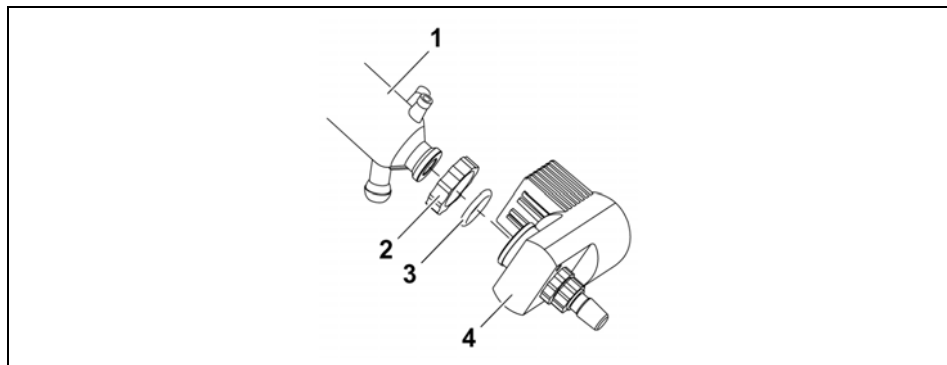

Figure 4-8 : Montage d'un jeu de verres (ici, le jeu de verres G1)
- Pousser le raccord fileté (2) sur la bride du refroidisseur.
- Pousser le ressort tendeur (3) sur la bride du refroidisseur.
- Visser le raccord fileté G6 (6) sur la tête d'entraînement (Figure 4-8 (5)).
- Insérer la pièce de jonction G6 (5) avec le joint d'étanchéité G6 (4) dans le raccord fileté G6 (6).
- Visser à fond la pièce de jonction (1) avec le raccord fileté (2) sur le raccord fileté G6 (6).
- Insérer le refroidisseur dans le rodage supérieur sur la pièce de jonction (1).